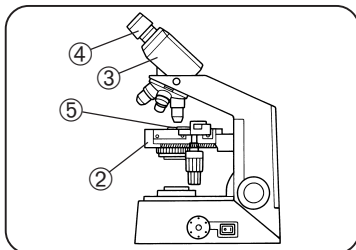

Fig. 5
▲ Non afferrare il microscopio per il tavolino ② o per il tubo di osservazione ③. Inoltre prestare attenzione a non far cadere oculari ④ e campione ⑤ (Fig. 5).